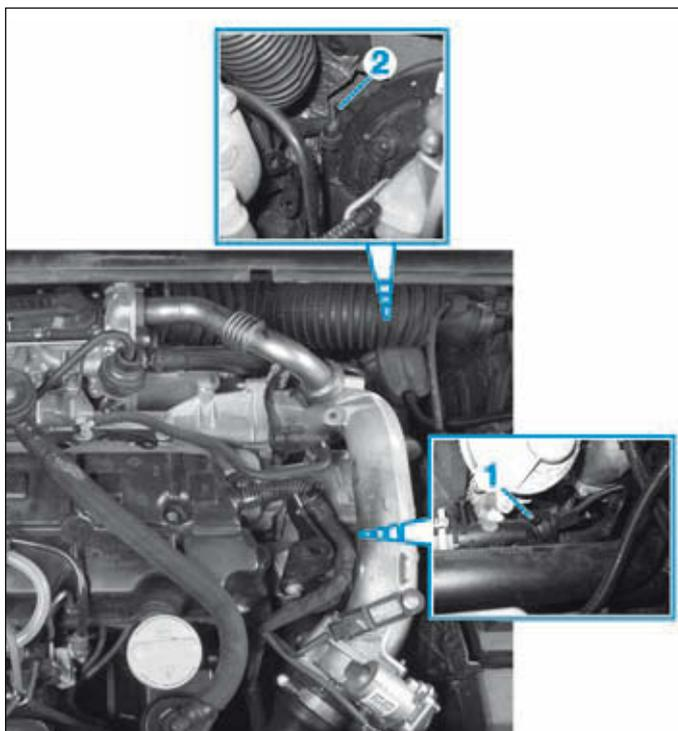

FIG.20
- Ouvrir la vis de purge sur le boîtier thermostatique (1) et la vis de purge sur la durite de l'aérotherme (2) (Fig.20).